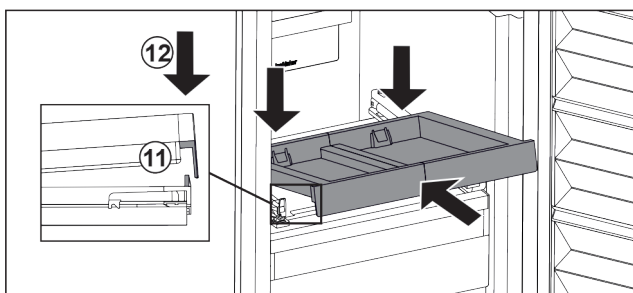

Fig. 84
- ▶ Šikmo zasuňte. Dbejte, aby byl na obou stranách doraz za západkou. Fig. 84 (11)
- ▶ Usadte vpředu vysouvací přihrádku. Fig. 84 (12)